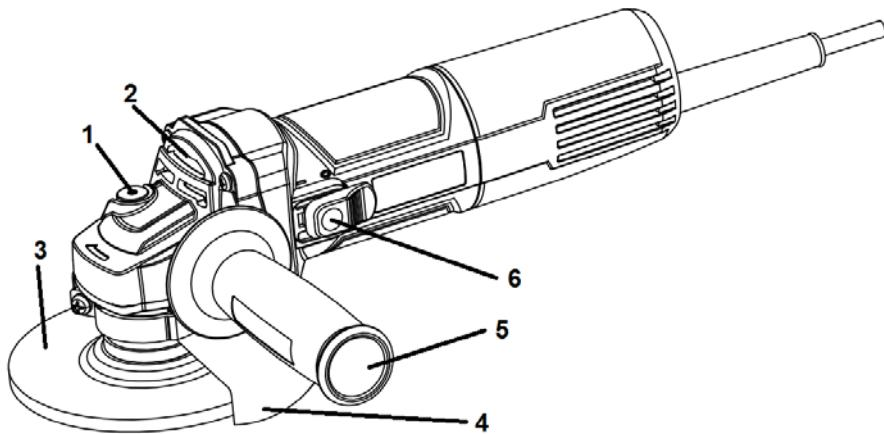

Рисунок 1
2.2.1 Конструкція виробу складається з одноступеневого редуктора з конічними шестернями в металевому корпусі (2), який приєднаний до пластикового несучого корпусу з колекторним двигуном змінного 1-фазного струму, перемикачем (6), мережевим шнуром живлення згідно з рис.1. Вихідний вал редуктора розташований перпендикулярно вісі двигуна і є робочим шпинделем для приєднання змінних насадок (абразивних дисків) (3) з фіксацією затискою гайкою або накрученими на шпиндель. На металевому корпусі (2) виконані нарізні монтажні отвори для встановлення передньої рукоятки (5), та хомутовим з'єднанням закріплений захисний кожух (4) з можливістю фіксованого позиціонування по колу. Для фіксації шпинделя під час зміни дисків (3) в корпусі редуктора (2) передбачений кнопковий фіксатор (1). Електрична частина виробу складається з колекторного однофазного електродвигуна змінного струму, вимикача електроструму, регулятора швидкості, з'єднувальних проводів і мережевого шнура. Захист від ураження електричним струмом користувача у виробі відповідає класу II за ДСТУ EN 61140:2015.